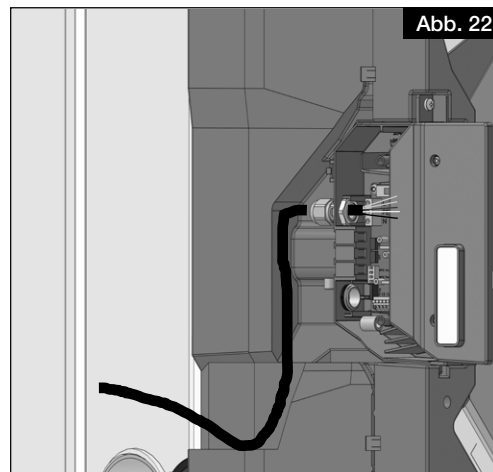

Abb. 22
5. Die Netzleitung durch die Kabelverschraubung in das Klemmenkastengehäuse einziehen (siehe Abb. 22). Die Netzleitung anschließen (Schaltplan beachten), **den Raumsensor oder ext. Schaltkontakt anschließen (optional)**.